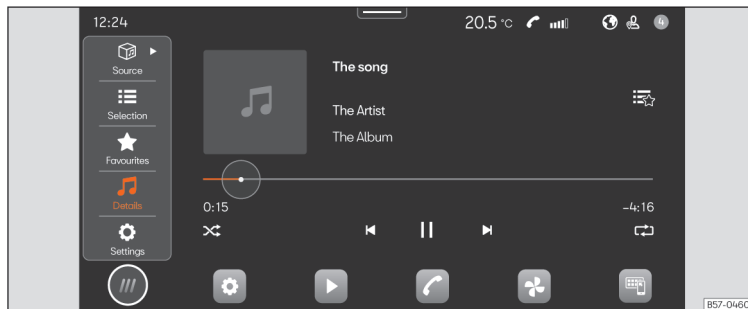

Fig. 163 Reprezentare schematică: Vedere Media
- Apăsați **HOME** > ► ► ► **fig. 163**.